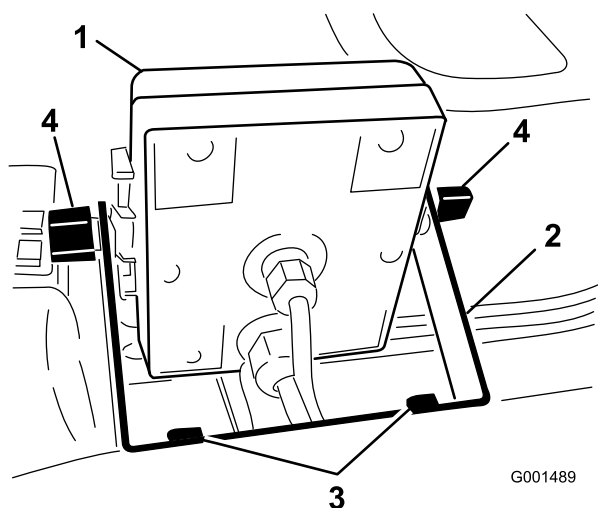
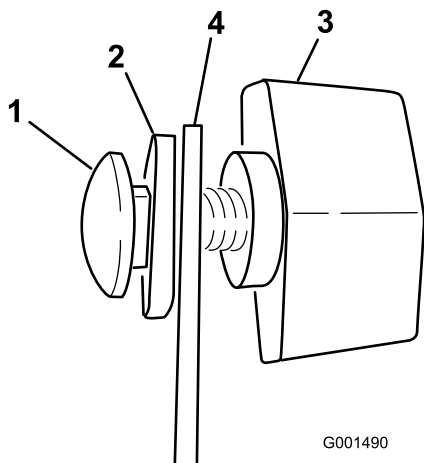

図 5
図 6
3/4 in) 2本とフランジ・ナット (1/4 in) 2本を使用する(図 5)。
3. キャリッジボルト、ゴム・ワッシャ、ノブ各2個を、図 5および図 6のように仮止めする。
6. ブラケットにスレープロを取り付け(図 5)、ノブで固定する。